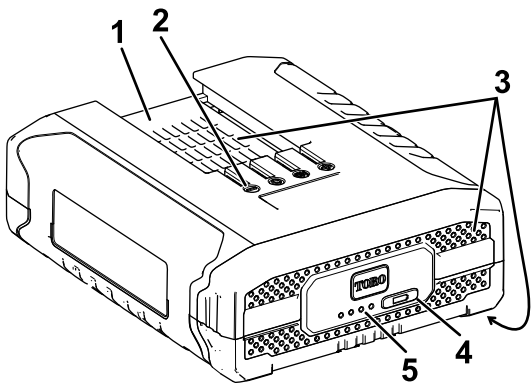

Figura 8
- 3. Allineate la cavità nel pacco batteria (Figura 8) con la linguetta sul caricabatterie.